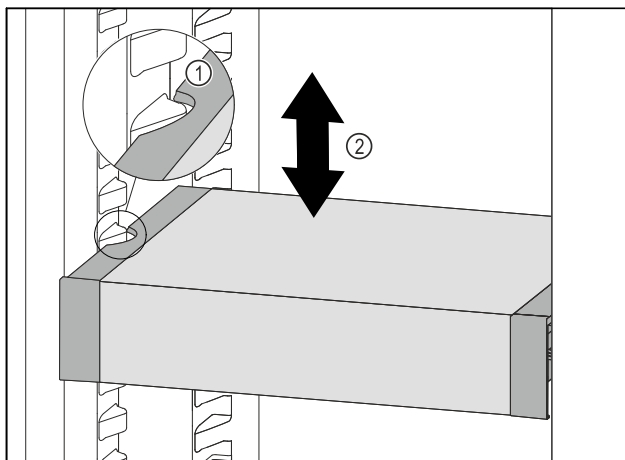

Fig. 137
- Predal VarioSafe povlecite v smeri naprej, dokler nista stranska izreza predala VarioSafe na višini nastavka za posodo v hladilniku. Fig. 137 (1)
- Predal VarioSafe premikajte v hladilniku gor ali dol, dokler ne dosežete želene višine. Fig. 137 (2)